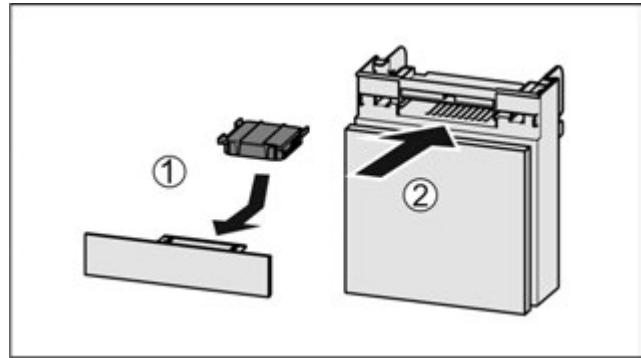

Fig. 103
- ▶ Вставити фільтр з активованого вугілля за малюнком Fig. 103 (1).
- ▶ Вставити відділення Fig. 103 (2).